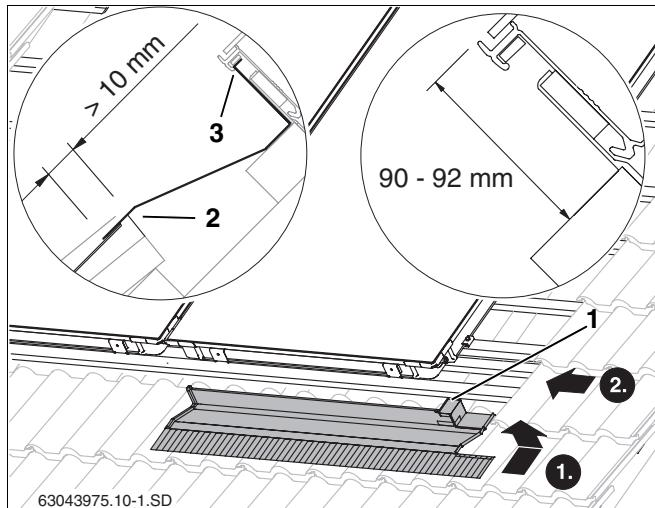

Рис. 43 Правый нижний накладной лист
- Правый накладной лист вставить верхней кромкой в паз коллектора (рис. 43, поз. 3).
- Придвинуть накладной лист к коллектору так, чтобы и правая короткая кромка (рис. 43, поз. 1) входила вверху в паз коллектора.
Накладной лист нужно уложить на черепицу так, чтобы он перекрывал черепицу минимум на 10 мм (рис. 43, поз. 2).
- Уложить левый накладной лист (рис. 46, поз. 2) на предыдущий и смонтировать как правый (рис. 43).